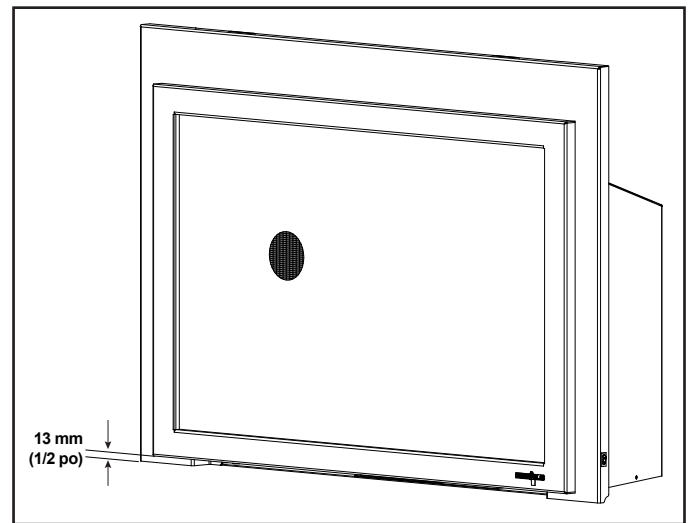

Figure 8.4 Minimum requis de 12,7 mm (1/2 po) Espace
- Un espace de 12,7 mm (1/2 po) doit être maintenu sous la partie inférieure de la face avant. Voir la figure 8.4.